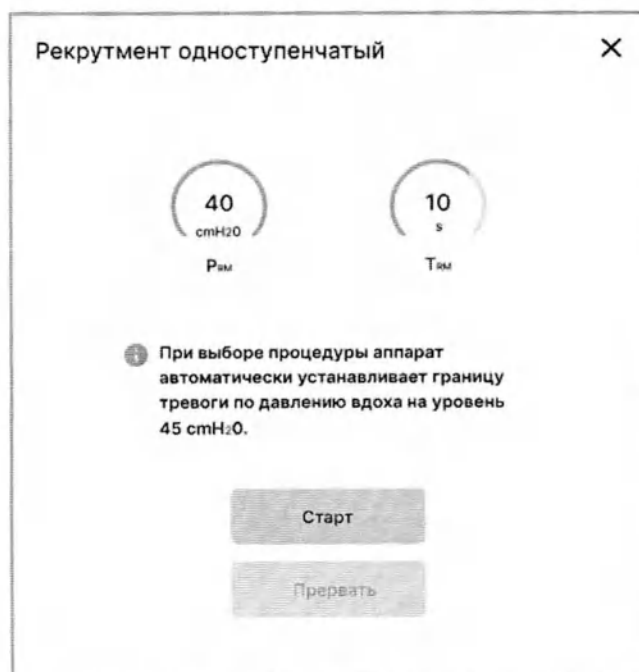

Рисунок 9.16 – Окно одноступенчатого рекрутмента (подготовка)
- 1 Запустите процедуру одноступенчатого рекрутмента легких и проконтролируйте на дисплее появление окна управления процедурой (см. рисунок 9.16).